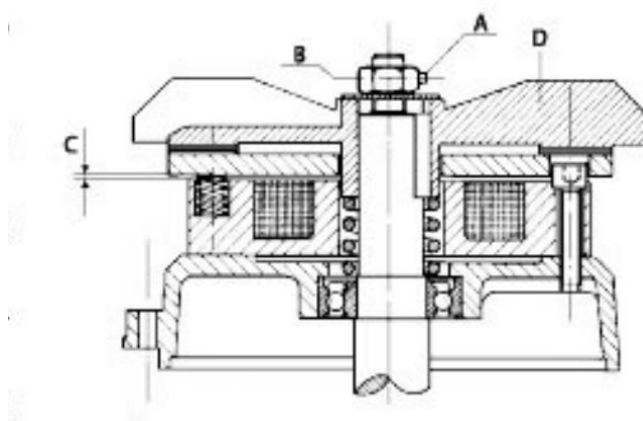

FIG. 13 — Reglaje del freno
- Regule el entrehierro aflojando el tornillo con cabeza hueca hexagonal «A» y actuando sobre la tuerca «B»: la medida «C» debe estar entre 0,4 y 0,6 mm. Durante el funcionamiento del motor, el ventilador «D» debe girar libre y sin rozar el disco. Controlada la eficiencia del freno, coloque la tapa y fíjela con sus tornillos (FIG. 13).